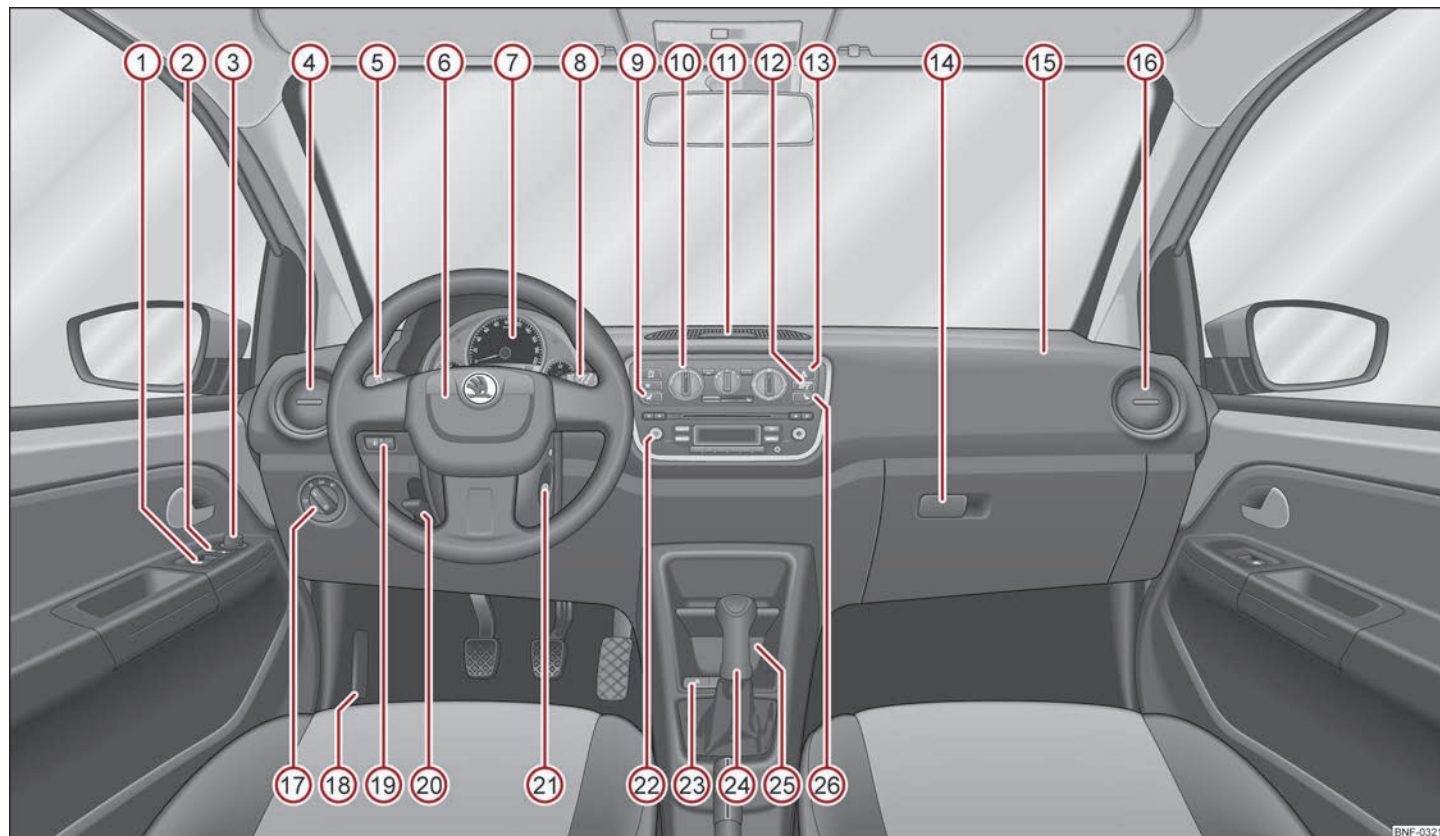

Fig.1 Cockpit
- I højrestyrede biler afviger placeringen af betjeningslementerne delvis fra den placering, som er vist på Fig. 1. Symbolerne er dog de samme for de enkelte betjeningslementer. ■